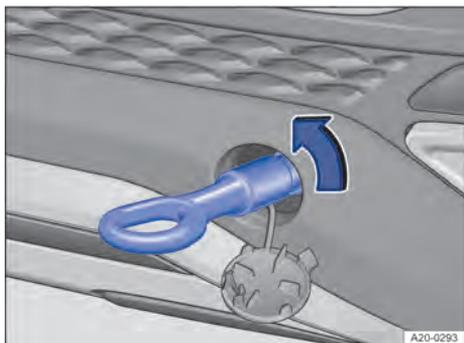

Fig. 142 En el lado derecho del paragolpes trasero: enroscar la argolla de remolque.
- Enrosque la argolla de remolque en el alojamiento girándola al máximo **en el sentido de la flecha** → fig. 142, → ⚠. Utilice un objeto adecuado con el que pueda enroscar completa y fijamente la argolla de remolque en su alojamiento.